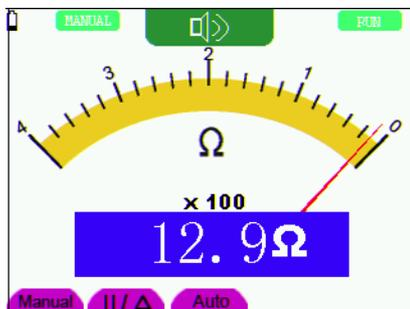

Рисунок 29. Прозвонка электрической цепи
4. Подсоедините красный и черный измерительные провода к обследуемой цепи. Если ее сопротивление окажется меньше 50 Ом, осциллограф подаст звуковой сигнал, а на дисплее отобразится измеренное значение сопротивления цепи (см. рисунок 29).